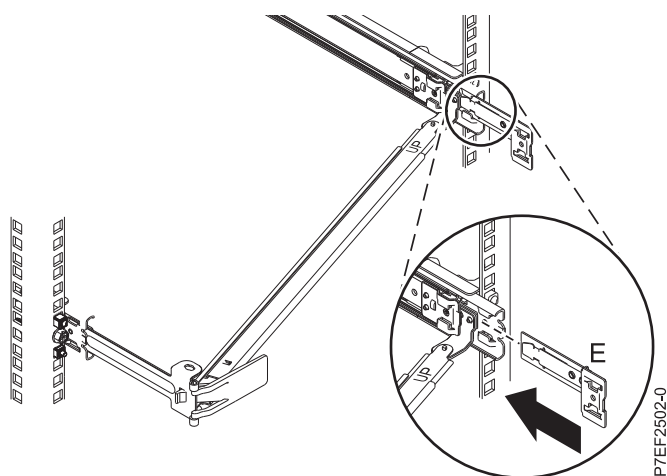

Figura 13. Colocación de la pieza de extensión en el riel deslizante
5. Deslice la abrazadera de extensión (E) en el riel deslizante derecho hasta que la patilla accionada por resorte quede encajada en su sitio. Para obtener más de talles, consulte Figura 13.